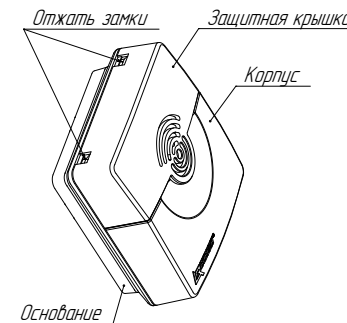

Рисунок 4
– отжать замки и отсоединить корпус вместе с защитной крышкой от основания (рисунок 4);